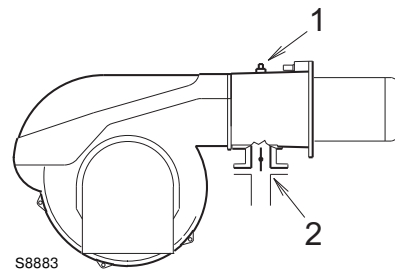

Рис. 39
Давление газа измерено на штуцере для измерения давления газа 1) (рисунок 39), при:
Потеря давления на дроссельной заслонке газа 2) (рисунок 39) при максимальном открывании: 90°.
- вычитите из давления газа на штуцере 1) (рисунок 39) давление в камере сгорания;
- давление газа на штуцере отбора давления 1) (рисунок 39) = 8 мбар
Если же вы наоборот хотите узнать давление газа, которое должно быть на штуцере замера давления 1) (рис. 39), при условии что вы зафиксировали максимальную мощность, с которой должна работать горелка, действуйте следующим образом:
это и будет давление, которое должно быть на штуцере замера давления 1) (Рис. 39).